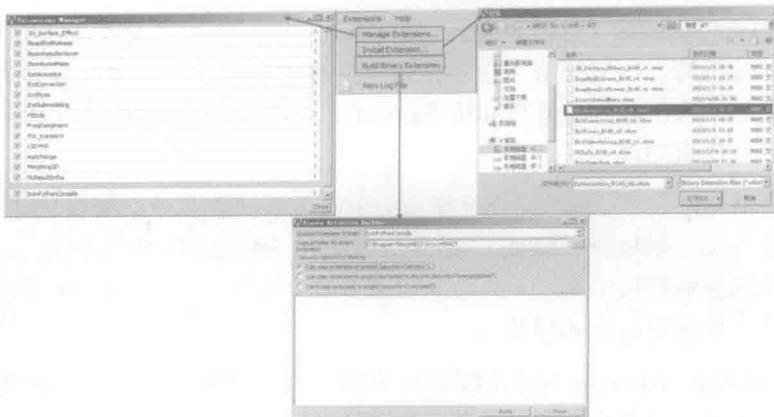

图 1-25 扩展菜单
(6) Extensions (扩展) 菜单: 如图 1-25 所示的扩展菜单是 ANSYS Workbench 15.0 平台上新增加的模块, 在模块中可以添加 ACT (客户化应用工具套件), 这里不再赘述这个模块。